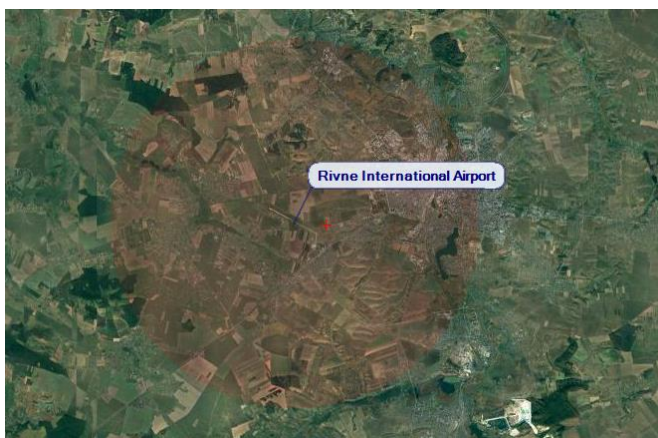

Рис. 7.4. П'ятикілометрова зона обмеження польотів безпілотних літальних апаратів навколо Міжнародного аеропорту «Рівне» в ArduPilot Mission Planner
5. Вибрати довільну земельну ділянку з врахуванням обмежень для літальних апаратів масою до 20 кг згідно пункту 4 розділу II. Регулювання використання повітряного простору Авіаційних правил України «Правила використання повітряного простору України» [5] (рис. 7.4).